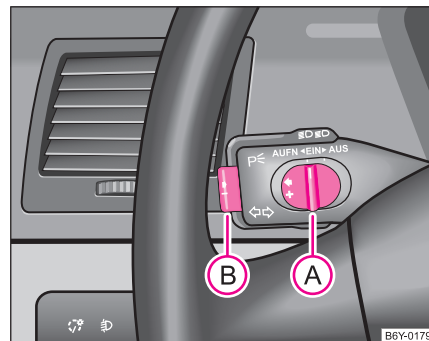

Abb. 95 Bedienungshebel: Drucktaste und Schiebeschalter der Geschwindigkeits-Regelanlage
- Schieben Sie den Schiebeschalter **A** ⇒ Abb. 95 in die Position **ON**.
- Die gespeicherte Geschwindigkeit können Sie ohne Betätigung des Gaspedals durch Schieben des Schiebeschalters **(A)** ⇒ Seite 110, Abb. 95 nach links in die Position **RES** erhöhen.
- Wenn Sie die Drucktaste bei einer Geschwindigkeit von weniger als 30 km/h loslassen, wird die Geschwindigkeit nicht gespeichert, der Speicher wird gelöscht. Die Geschwindigkeit muss nach einer Geschwindigkeitserhöhung auf über 30 km/h erneut mit der Drucktaste **(B)** ⇒ Seite 110, Abb. 95 gespeichert werden. ■
- Die Geschwindigkeits-Regelanlage können Sie ebenfalls abschalten, wenn Sie den Schalter  ⇒ Seite 110, Abb. 95 nach rechts schieben - in die Zwischenposition vor der Stellung **OFF**. Der Schiebeschalter geht danach selbsttätig in die Position **ON** zurück.
Die **Wiederaufnahme** der gespeicherten Geschwindigkeit erfolgt nach Loslassen des Brems- oder Kupplungspedals, bei Fahrzeugen mit automatischem Getriebe nur nach Loslassen des Bremspedals, und nach kurzem Schieben des Schiebeschalters  ⇒ Seite 110, Abb. 95 bis zum Anschlag nach links in die Position **RES**.
- Schieben Sie den Schiebeschalter  ⇒ Seite 110, Abb. 95 bis zum Anschlag nach rechts in die Position **OFF**. ■